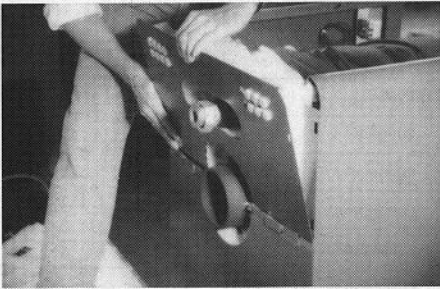

Abb. 10
7. Obere Rückwandabdeckung um 10 mm senkrecht nach oben schieben, bis Klemmlaschen aus Seitenwänden frei werden. Rückwandabdeckung oben nach hinten abkippen und abnehmen. Mit unterer Rückwandabdeckung analog verfahren. (Abb. 10)